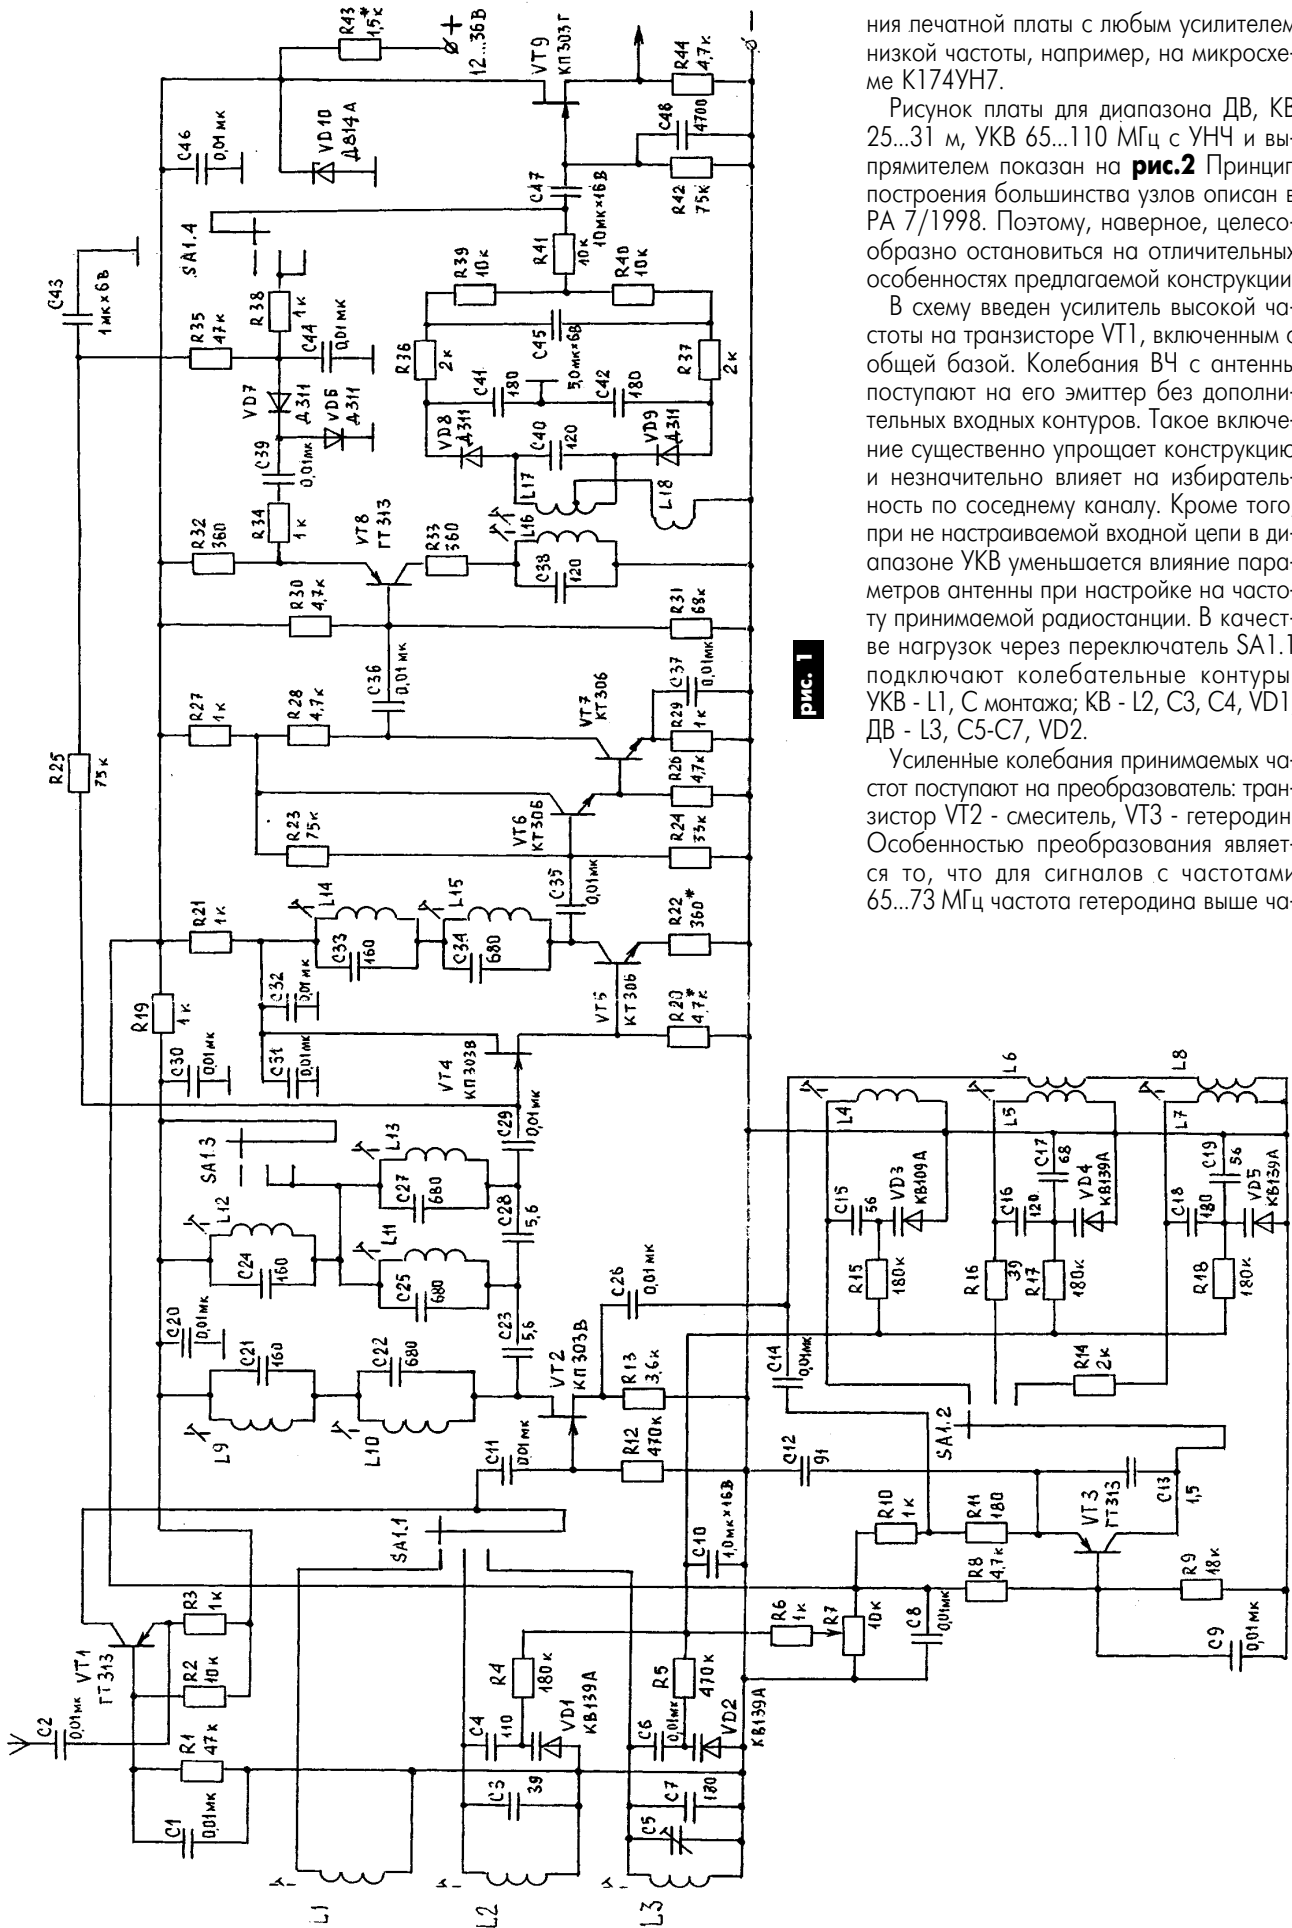

рис. 1
4. В тексте ничего не сказано о настройке чувствительности индикатора: какому $U_{вх}$ соответствует "0" дБ? Этот момент очень важен, так как MC TA7630P имеет ограниченную перегрузочную способность по входу и при $U_{вх} > 0,5$ В происходит резкий рост уровня гармоник (см. рис.1 на с.15).
Чувствительность любого приемного устройства в большей степени зависит от его тракта высокой частоты (ВЧ) и ограничивается коэффициентом устойчивого усиления. Повысить усиление можно за счет увеличения числа каскадов, эффективного применения обратных связей и рационального монтажа. Доработанная с учетом таких факторов схема тракта ВЧ показана на **рис.1**. Его универсальная конструкция позволяет строить приемники АМ или ЧМ, или комбинированные АМ, ЧМ без измене-